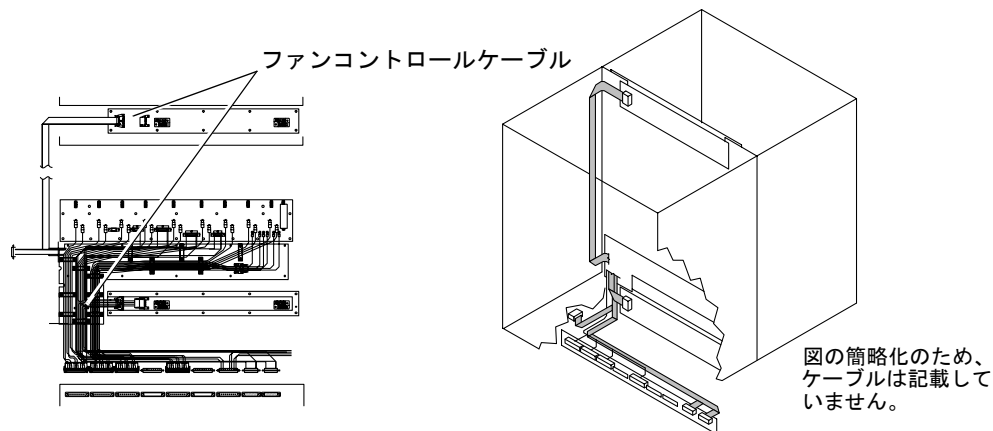

図 16-12 内部ケーブルハーネスセット
9. 上部および下部のカードガイド部品から手を入れて、I2C ファンケーブルを 4 つのファンバックプレーンに固定している灰色のコネクタを取り外します (図 16-12)。